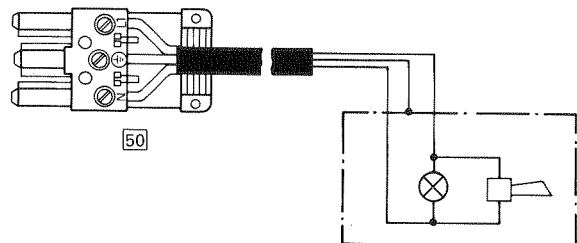

Abb. 4.22
1. Den Anschluß der Sammelstörmeldung am Steckverbinder **50** vornehmen (siehe Abb. 4.22).